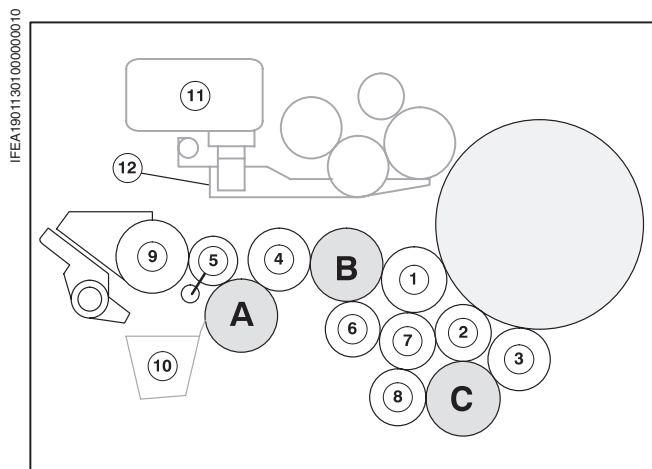

Рис. 2 Последовательность монтажа валиков на ПС 1
Съемные валики в ПС1 пронумерованы на Рис. 2 от ① до ⑧. - Нумерация является рекомендуемой **последовательностью их монтажа**. Растирочные валики А, В, С (рильсан, Ø 61,2 мм) и дуктор извлечь нельзя. Шейки накатных красочных валиков маркированы разными цветами.
- ① 1-ый накатной валик Ø 54,7 мм (желтый)
- ② 2-ой накатной валик Ø 45 мм (синий)
- ③ 3-ий накатной валик Ø 50 мм
- ④ 1-ый передаточный валик Ø 52 мм
- ⑤ Красочный передаточный валик Ø 40 мм
- ⑥ 2-ой передаточный валик Ø 48 мм
- ⑦ 3-ий передаточный валик (рильсан) Ø 46,5 мм
- ⑧ 4-ый передаточный валик Ø 48 мм
- ⑨ Дуктор
- ⑩ Устройство для смывки красочных валиков